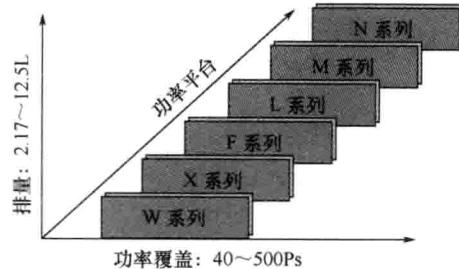

图 1-1 锡柴发动机系列
如图 1-1 所示，在功率覆盖上，锡柴形成了 W、X、F、L、M、N 几大系列，轻、中、重全系列的产品开发平台，排量为 2~13L，功率为 40~500Ps①（匹，常称为马力）全覆盖。在重卡市场，锡柴力推 CA6DM（M 系列）、CA6DL（L 系列）、CA6DF（F 系列）柴油机，覆盖解放品牌卡车解放 J6、J4R、悍威、骏威、赛虎、新大威、赛麒麟等。